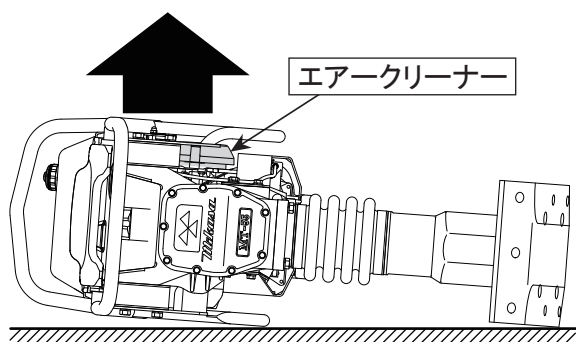

図 13
2. ランマーは水平な場所に置いた姿勢で、エンジンや本機が冷えてから格納してください。この場合、本機が倒れないように必要に応じて固定して下さい。やむを得ず機体を横に倒す場合は、燃料タンクのキャップと燃料コック、エンジンオイルのプラグをしっかり締め、エンジンや本機が冷えた後に、エンジンのエアクリーナーを上側を向くように倒してください。(図13)